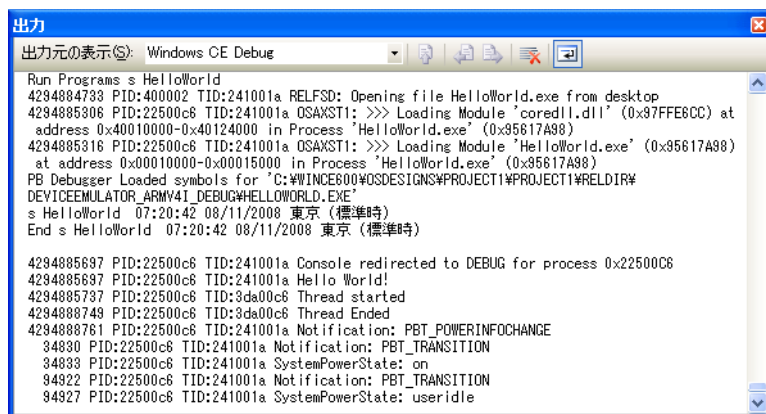

図 3-12 受領された電源管理通知
7. マウスのカーソルを移動させてユーザー アクティビティを作成します。非アクティブの状態が 5 秒間続いた後、図 3-12 に示されたように、Power Manager はアプリケーションに通知する必要があります。